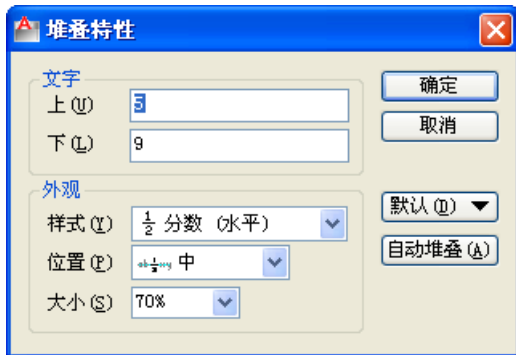

图 4-17 “堆叠特性”对话框
- (1) 在“在位文字编辑器”输入框（边框）中选择堆叠文字。
- (2) 在“文字格式”工具栏中单击“选项”按钮 ，展开工具栏的选项菜单，从该菜单中选择“堆叠特性”命令。
- (3) 系统弹出如图 4-17 所示的“堆叠特性”对话框。利用该对话框可以修改文字，并设置堆叠外观，如果单击“自动堆叠”按钮，则弹出“自动堆叠特性”对话框。